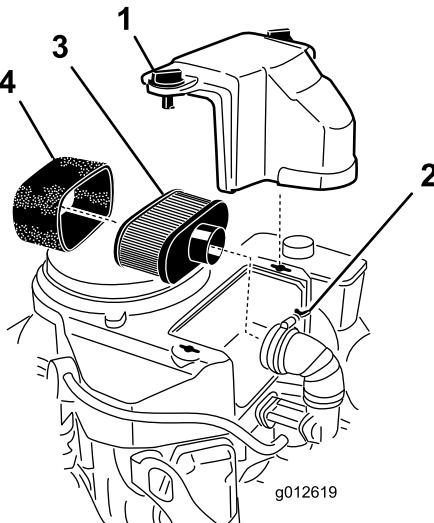

Figura 39
- Limpie alrededor del limpiador de aire de forma que la suciedad no penetre en el motor y cause daños (Figura 39).
- Desenrosque los pomos de la cubierta y retire la cubierta del limpiador de aire (Figura 39).
- Desenrosque la abrazadera y retire el conjunto del limpiador de aire (Figura 39).
- Retire cuidadosamente el filtro de gomaespuma del filtro de papel (Figura 39).
- Limpie el elemento de papel golpeándolo suavemente para eliminar el polvo. Si está muy sucio, cambie el elemento de papel por uno nuevo (Figura 39).
- Deslice cuidadosamente el filtro de gomaespuma sobre el filtro de papel (Figura 39).
- Coloque el conjunto del limpiador de aire sobre su base o manguera y sujetelo con la abrazadera (Figura 39).
- Coloque en su posición la cubierta del limpiador de aire y apriete el pomo de la cubierta (Figura 39).